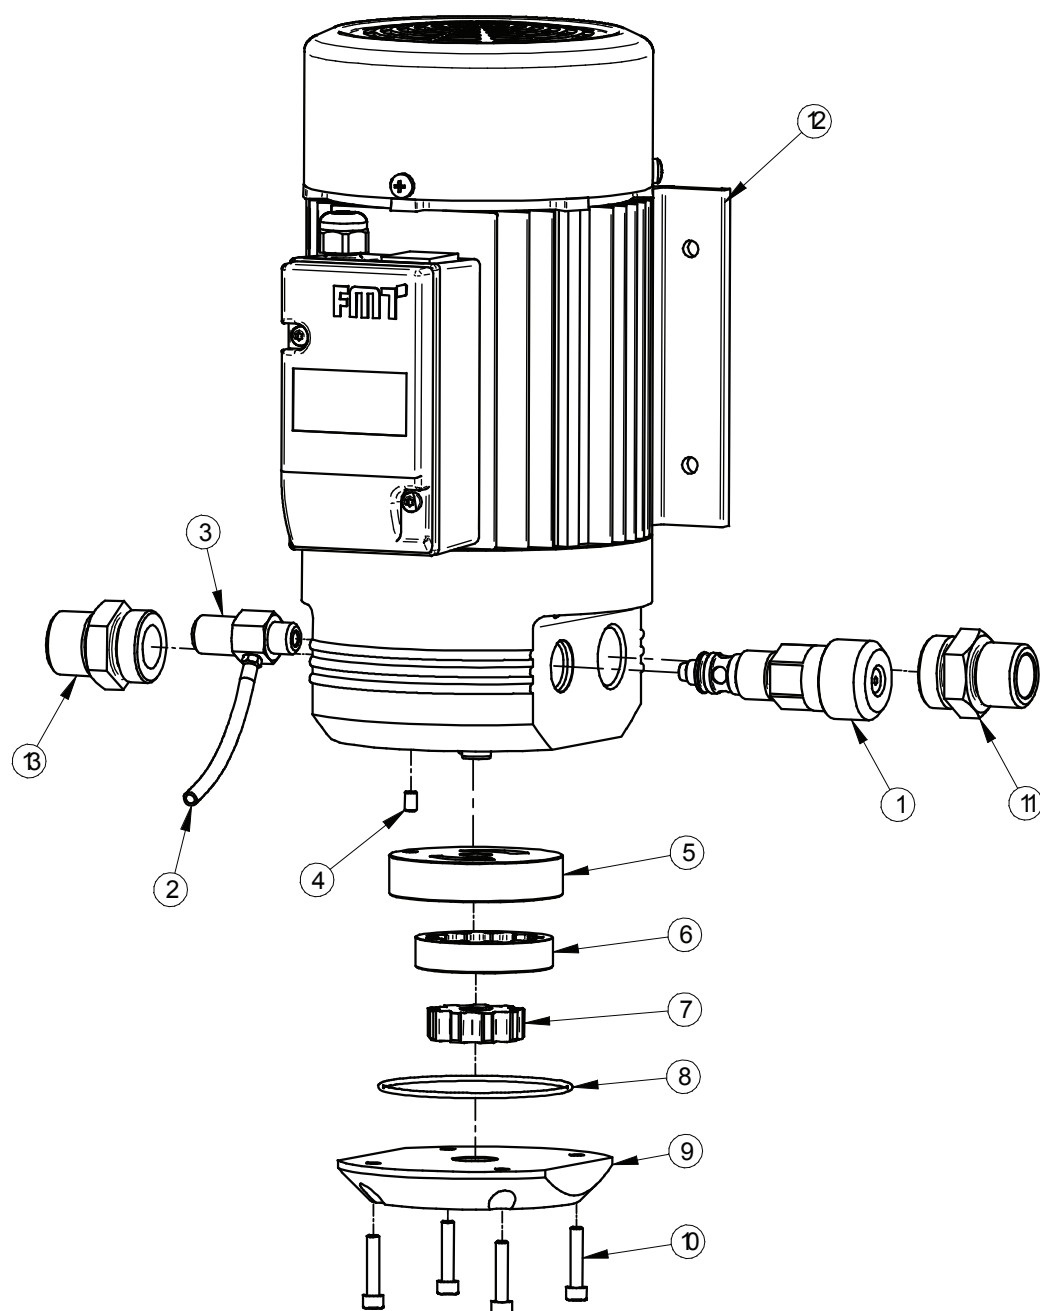

Fig. 12-1: Vista esplosa della pompa dell'olio
- Inserire il tubo di sfiato (fig. 12-1, pos. 2) in un apposito contenitore di raccolta.
- Con l'ausilio di un cacciavite ruotare lentamente la vite di sfiato (fig. 12-1, pos. 3) facendole fare max. due giri.
- Ruotare in questo caso i dadi zigrinati (fig. 12-1, pos. 1):